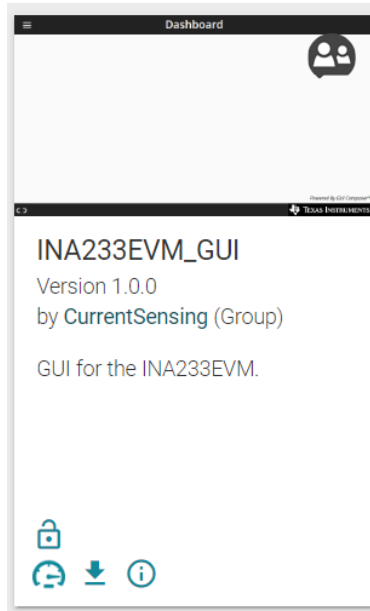

図 3-4. GUI Composer アプリケーション
3. **GUI Composer** アプリケーションを開き、Web ブラウザから GUI を起動します (図 3-4 を参照)。
4. オフラインで使用するために GUI をダウンロードするには、GUI Composer アプリケーションで  アイコンをクリックし、プロンプトに従って操作します (図 3-4 を参照)。